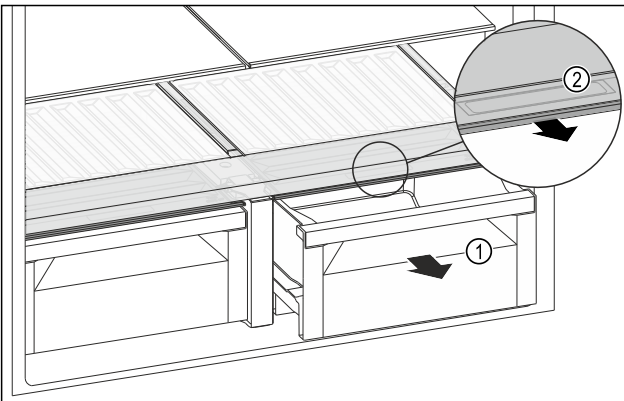

Fig. 142
- ▶ Çekmece bölmesini Fig. 142 (1) çekerek çıkarın.
- ▶ Raf kapağındaki tutma boşluğundan Fig. 142 (2) tutun ve aynı anda raf kapağını öne doğru çekin.